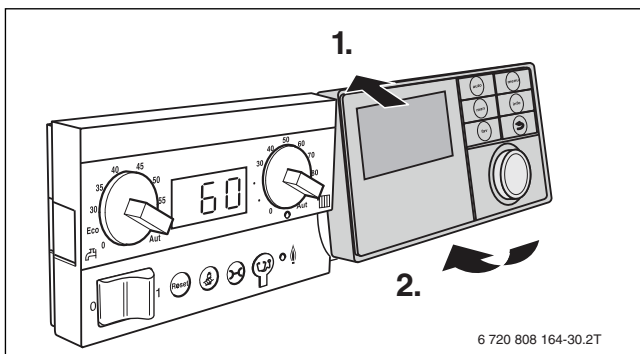

Bild 35 Bedieneinheit (z. B. RC300) einhängen
- ▶ Bedieneinheit in Pfeilrichtung an der Oberkante der Grundplatte einhängen (→ Bild 35, [1]).
- ▶ Bedieneinheit in Pfeilrichtung leicht nach hinten drücken, bis sie einrastet (→ Bild 35, [2]).